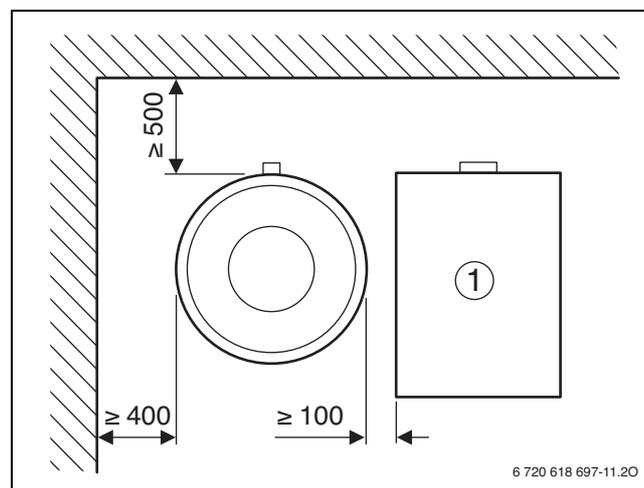

Fig. 6 Distancia mínima a la pared (en mm)
- ▶ Mantener la altura mínima y la distancia mínima a la pared en el lugar de emplazamiento (→ tab. 3, pág. 6 y fig. 6).